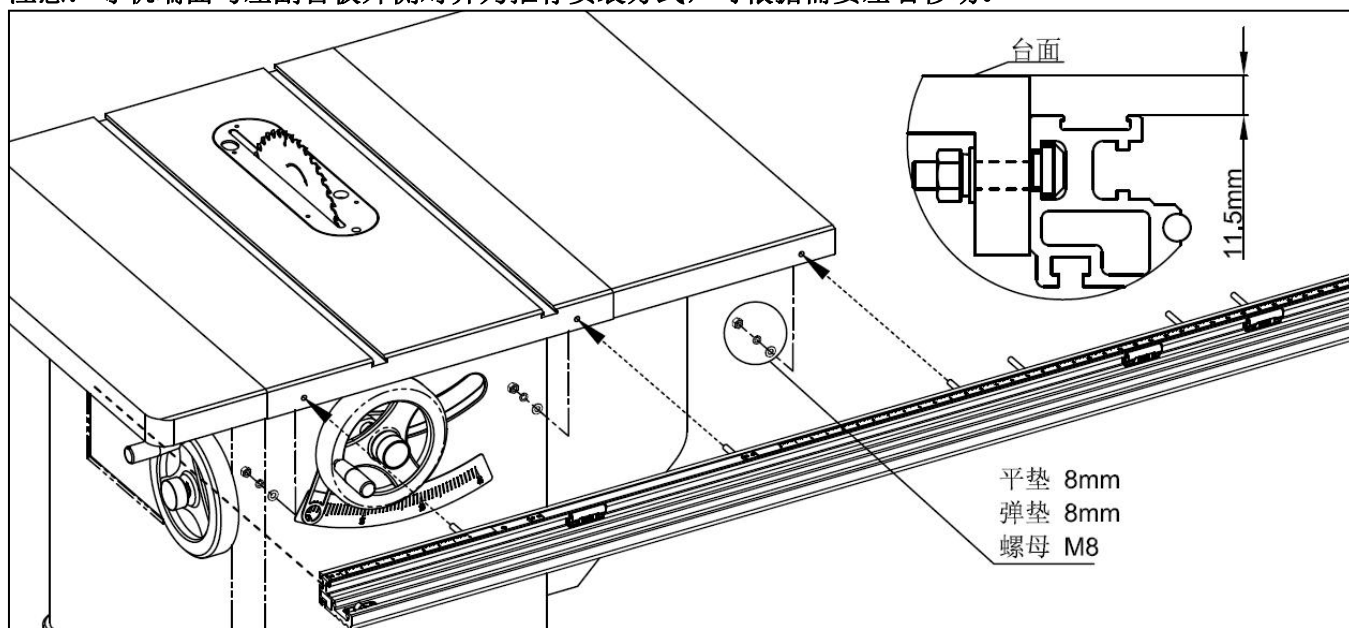

图 6-4
(2) 如图 6-4 所示, 安装前导轨组件, 预紧螺母。在确保导轨顶面距离台面 11.5mm, 及导轨端面与左副台板外侧对齐的情况下锁紧。